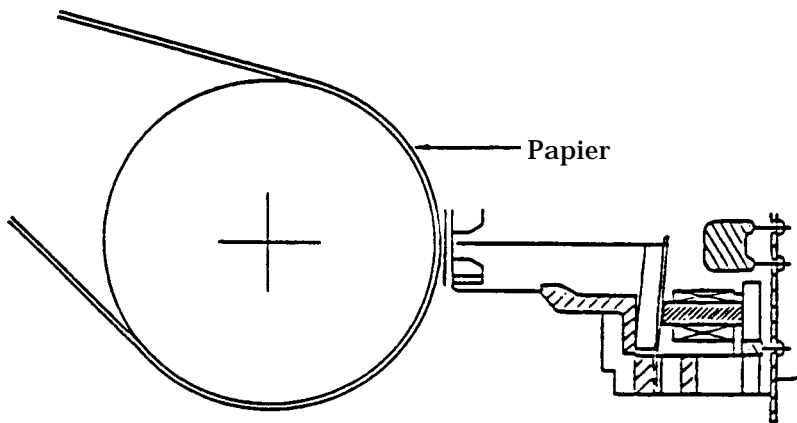

Abbildung 3.3
3.2.1 Funktionsweise des Druckkopfmechanismus (siehe Abbildung 3.3)